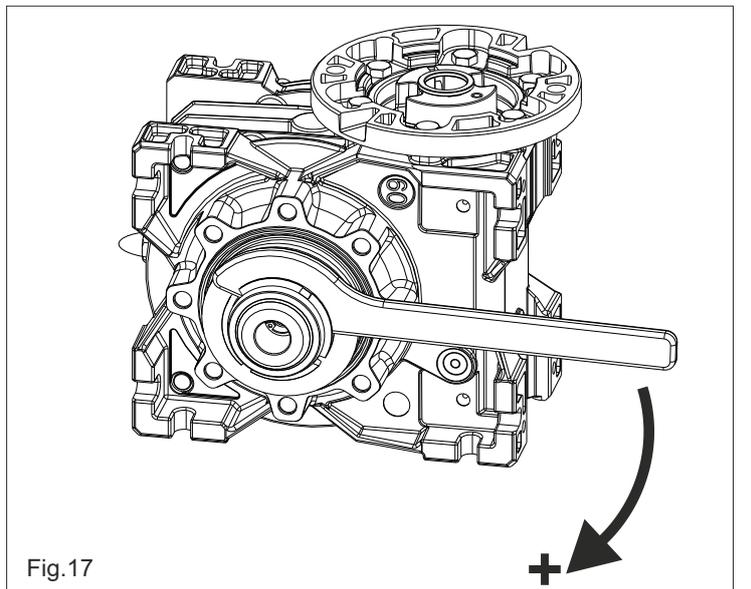

Fig. 17
- Para **aumentar** la cupla girar la llave en sentido horario, Fig.17.